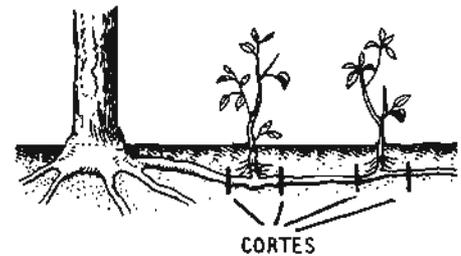

Fig. 5
*Hijuelos*, plantitas que crecen en las hojas o raíces y separadas de ellas originan individuos idénticos. (Fig. 5)